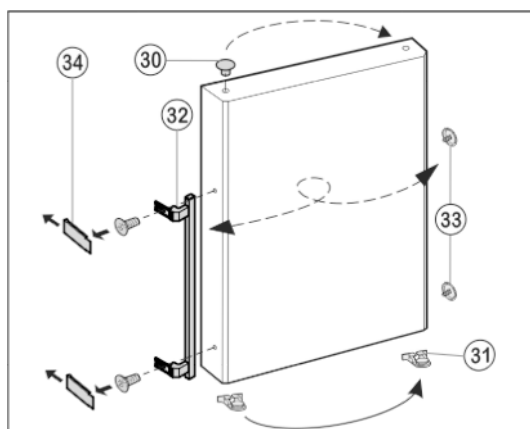

Fig. 11
- ▶ Lyft ur pluggen *Fig. 11 (30)* från dörlagerbussningen och flytta den.
- ▶ Demontera dörrhandtag *Fig. 11 (32)*, pluggar *Fig. 11 (33)* och tryckplattor* *Fig. 11 (34)* och flytta till motsatta sidan.